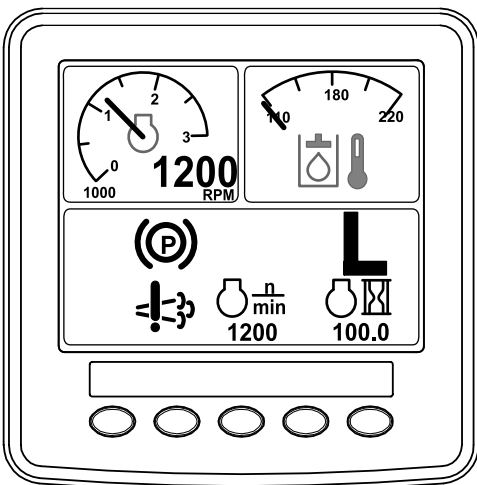

Bild 64
- Das Symbol für die Wiederherstellung-Regenerierung wird im InfoCenter angezeigt (Bild 64).